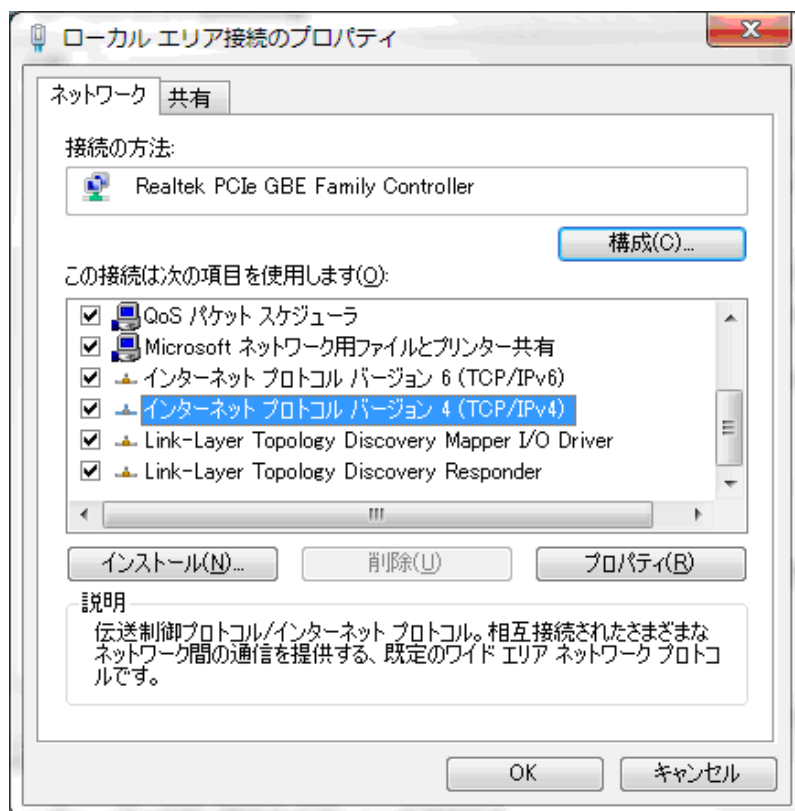

図 9.1-4 ローカルエリア接続のプロパティ
4. 図 9.1-4 の設定項目が表示されますので、「インターネットプロトコルバージョン 4(TCP/IPv4)」→「プロパティ」をクリックします。